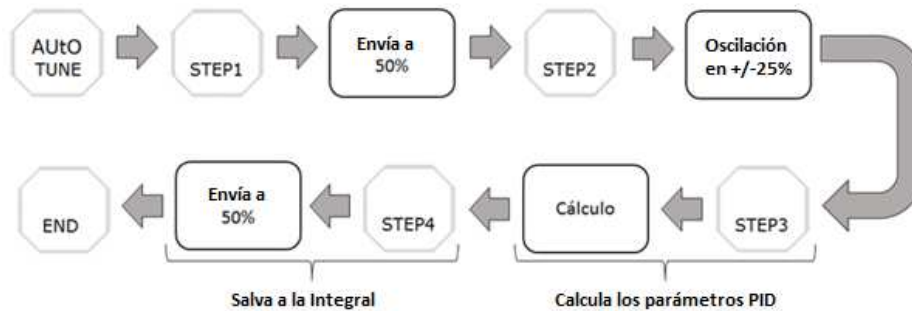

Figura 3.14 – Diagrama de pasos de la auto sintonía del control PID.
Realiza el procedimiento automático de ajuste de control PID, calculando los valores optimizados de los parámetros proporcionales (KP), integrales (TR) y derivados (TD) a través de los datos recopilados en oscilaciones del sistema repetido (de acuerdo con la presión de potencia aplicada). La Figura 3.14 indica los pasos de este procedimiento.